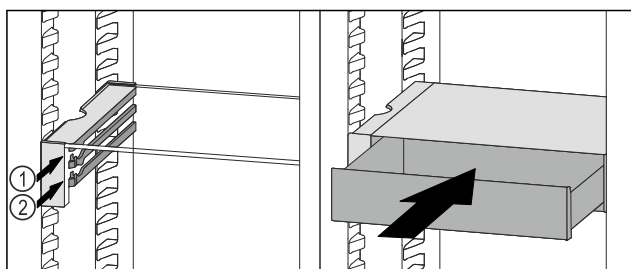

Fig. 106
- Założyć szufladę VarioSafe za stoperami na wybranych żebrach Fig. 106 (1) lub Fig. 106 (2).